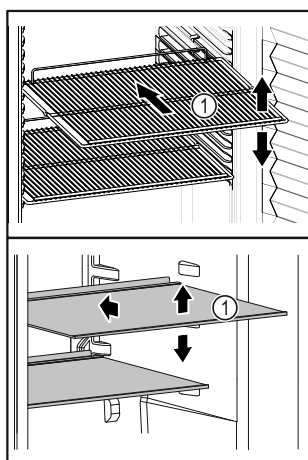

Fig. 53 Immagine a titolo di esempio
- ❑ Se i ripiani Fig. 53 (1) sono spostati, adattare i ripiani in base all'altezza.